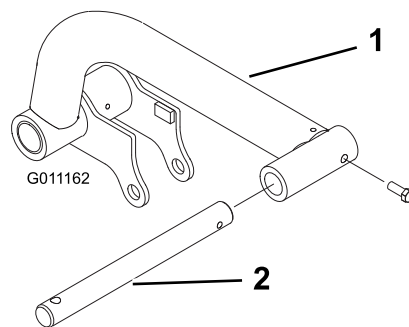

Figure 14
2. Insérez une tige de pivot dans chaque bras de relevage et alignez les trous de fixation (Figure 14).